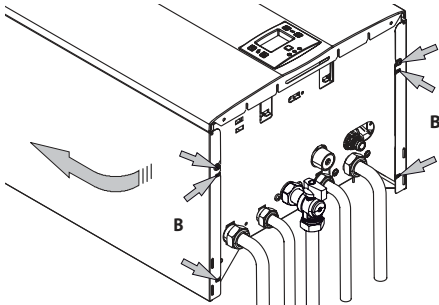

Figura 8.2
- Afloje los tornillos **B** en la Figura 8.2 y desmonte los dos paneles laterales empujándolos hacia arriba para liberarlos de los ganchos superiores.